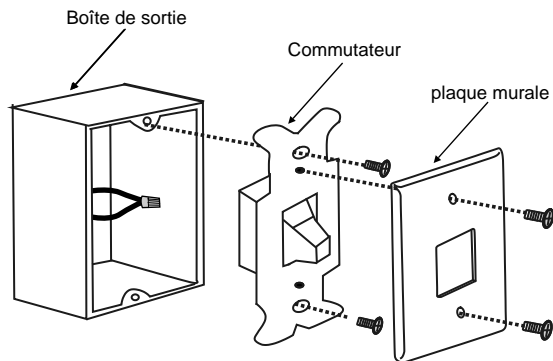

Fig. 19
Étape 1. Retirez la plaque murale existante et l'ancien interrupteur de la prise murale. Filez les fils NOIR (chauds) ensemble et repoussez-les à l'intérieur du boîtier de sortie. (Fig. 19)